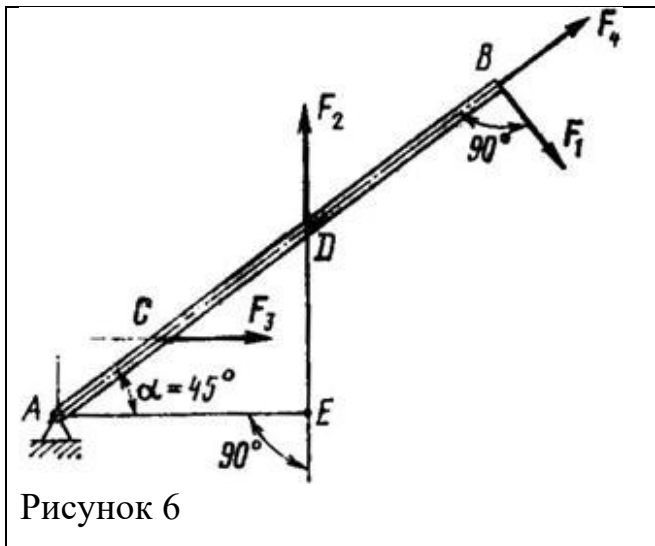

Рисунок 6
1. Определить моменты сил F_1, F_2, F_3, F_4 относительно точки А (рис. 6), если $AB = 0,7 \text{ м}$; $AD = 0,4 \text{ м}$; $AC = 0,2 \text{ м}$; $F_1 = 10 \text{ Н}$; $F_2 = 25 \text{ Н}$; $F_3 = 5 \text{ Н}$; $F_4 = 8 \text{ Н}$.